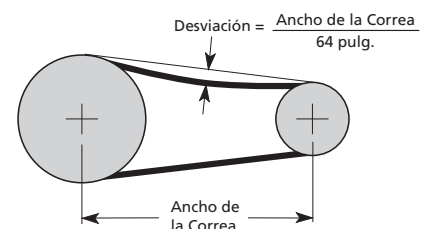

Figura 22 - Tensión de la Correa
2. Compruebe la tensión midiendo la deflexión de la correa como se muestra (consulte la Figura 22).